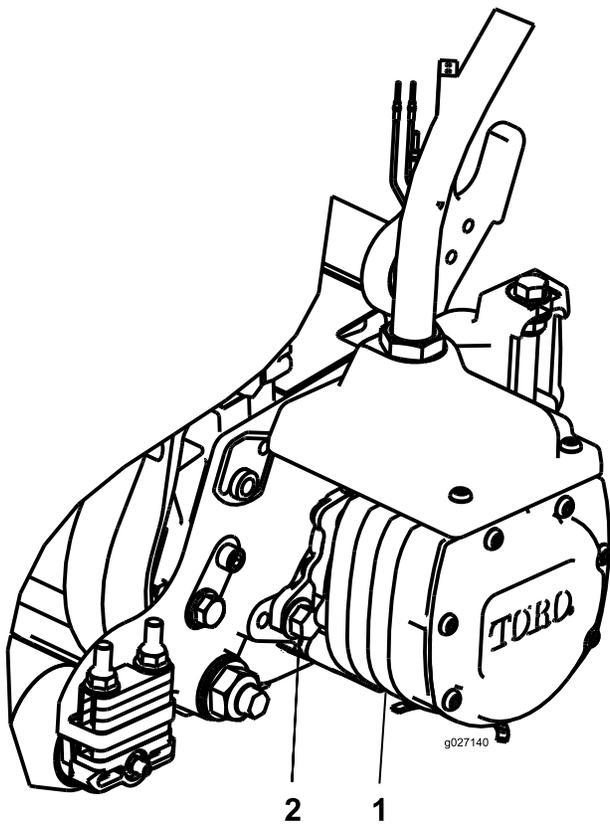

Bild 11
14. Montieren Sie den Motor; drehen Sie ihn nach rechts, damit die Motorflansche nicht die Schrauben berühren (Bild 11). Drehen Sie den Motor nach links, bis die Flansche die Schrauben umgeben. Ziehen Sie die Schrauben dann an.